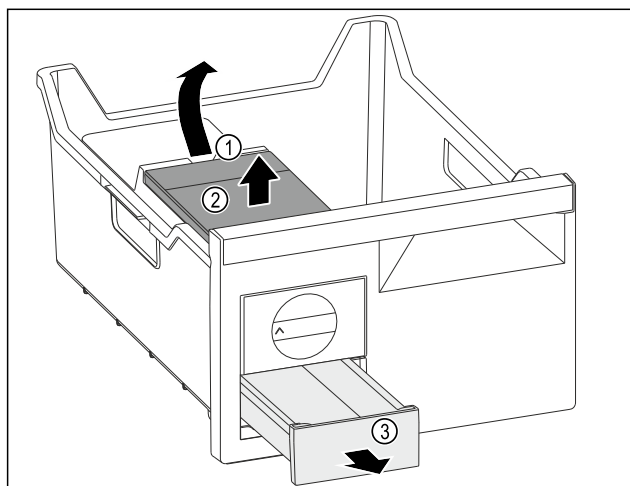

Fig. 119
- ▶ Watertank wegnemen: Watertank bij de uitsparing Fig. 119 (1) optillen.
- ▶ Watertank Fig. 119 (2) naar boven toe wegnemen.
- ▶ Ijsblokjesvak Fig. 119 (3) naar voren toe wegnemen.